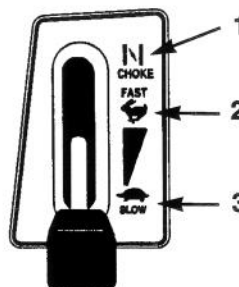

Figure 10
5. Mettre la commande des gaz sur CHOKE (STARTER) (Fig. 10).
7. Quand le moteur a démarré, amener lentement la commande des gaz sur FAST (RAPIDE) (Fig. 10). Si le moteur cale ou hésite, ramener la commande des gaz sur CHOKE pour quelques secondes. Ramener ensuite la commande sur FAST. Renouveler l'opération le cas échéant.
1. Mettre la commande des gaz sur SLOW (LENT) (Fig. 10).